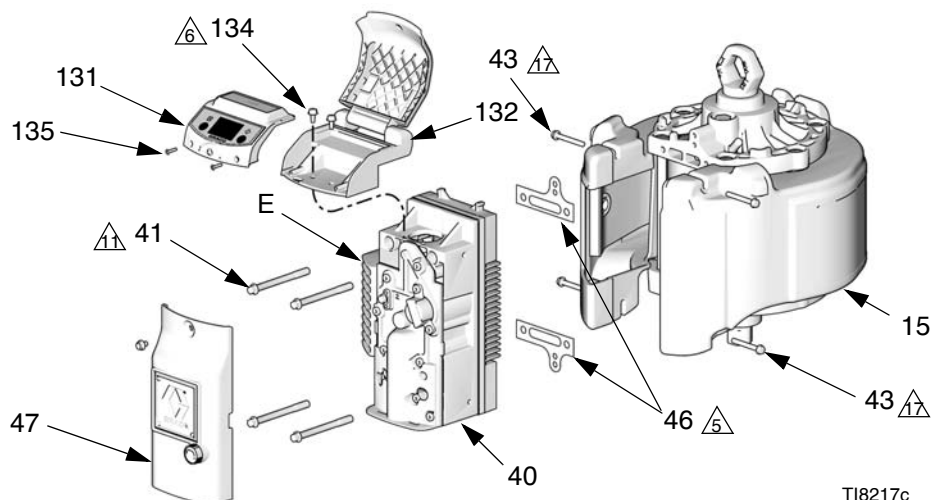

Рис. 9. Снятие воздушного клапана (на иллюстрации представлен двигатель с модулем DataTrak)
4. См. Рис. 9. Снимите наружную крышку (47) клапана.
7. См. Рис. 9, стр. 19. Нанесите смазку на прокладки (46) и убедитесь в том, что они находятся на одной линии с отверстиями в задней части воздушного клапана (40). Установите воздушный клапан. Затяните винты (41) с усилием 27,1 Н•м (20 футофунтов). Затяните винты (43) рукой, затем подожмите их к шумоглушителю (15).